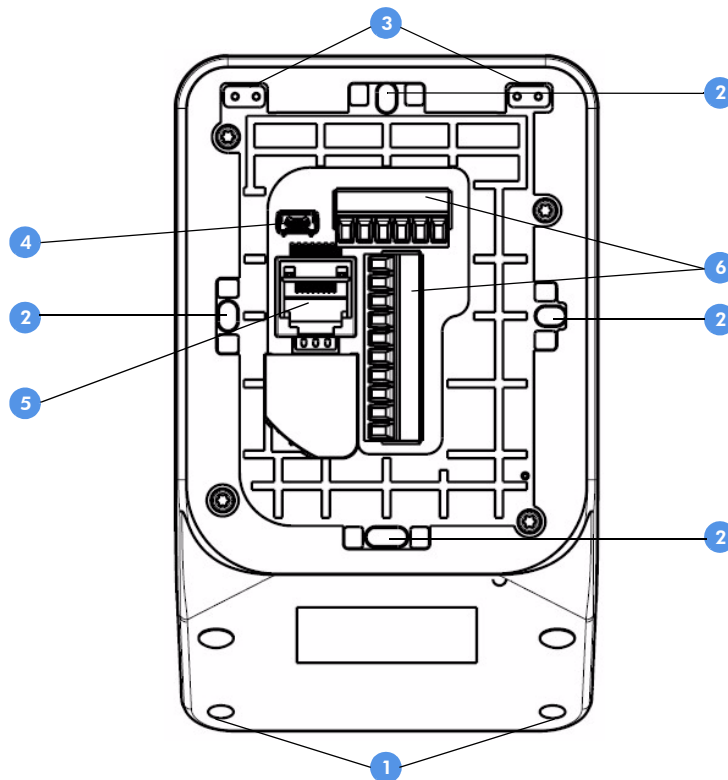

Figure 2.3: Vue arrière du terminal MorphoAccess® J Series
4. Brancher les câbles nécessaires sur les connecteurs borniers selon la Section 4 ; puis brancher les connecteurs borniers sur le terminal (6 sur la Figure 2.3).
5. Brancher le câble Ethernet (s'il y en a un) dans le connecteur RJ45 (5 sur la Figure 2.3).
6. Rapprocher le corps du terminal du mur, avec les trous de montage du terminal (2 sur la Figure 2.3) face aux 2 trous percés dans le mur.